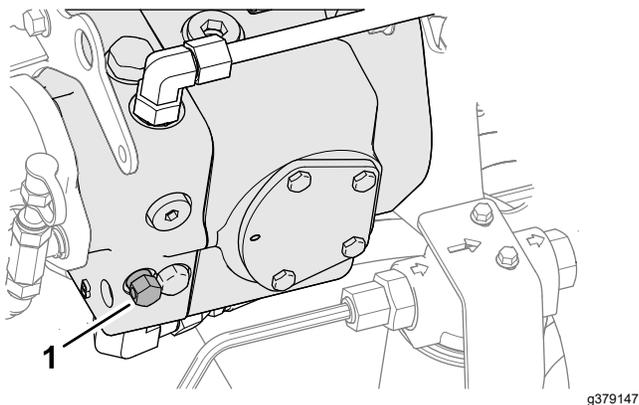

图 58
3. 在可变排量泵上将旁通阀螺栓旋转 1-1/2 圈打开旁通阀并允许油在内部分流 图 58。